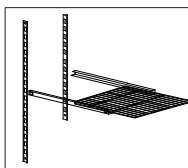

Bild 2
- Positionieren Sie die Regalhalter in der gewünschten Höhe und Abständen, für die Positionierung siehe Bild 2.
- Führen Sie die Ablagen wie auf dem Bild zu sehen in die Schlitzen ein. (Bild 2)